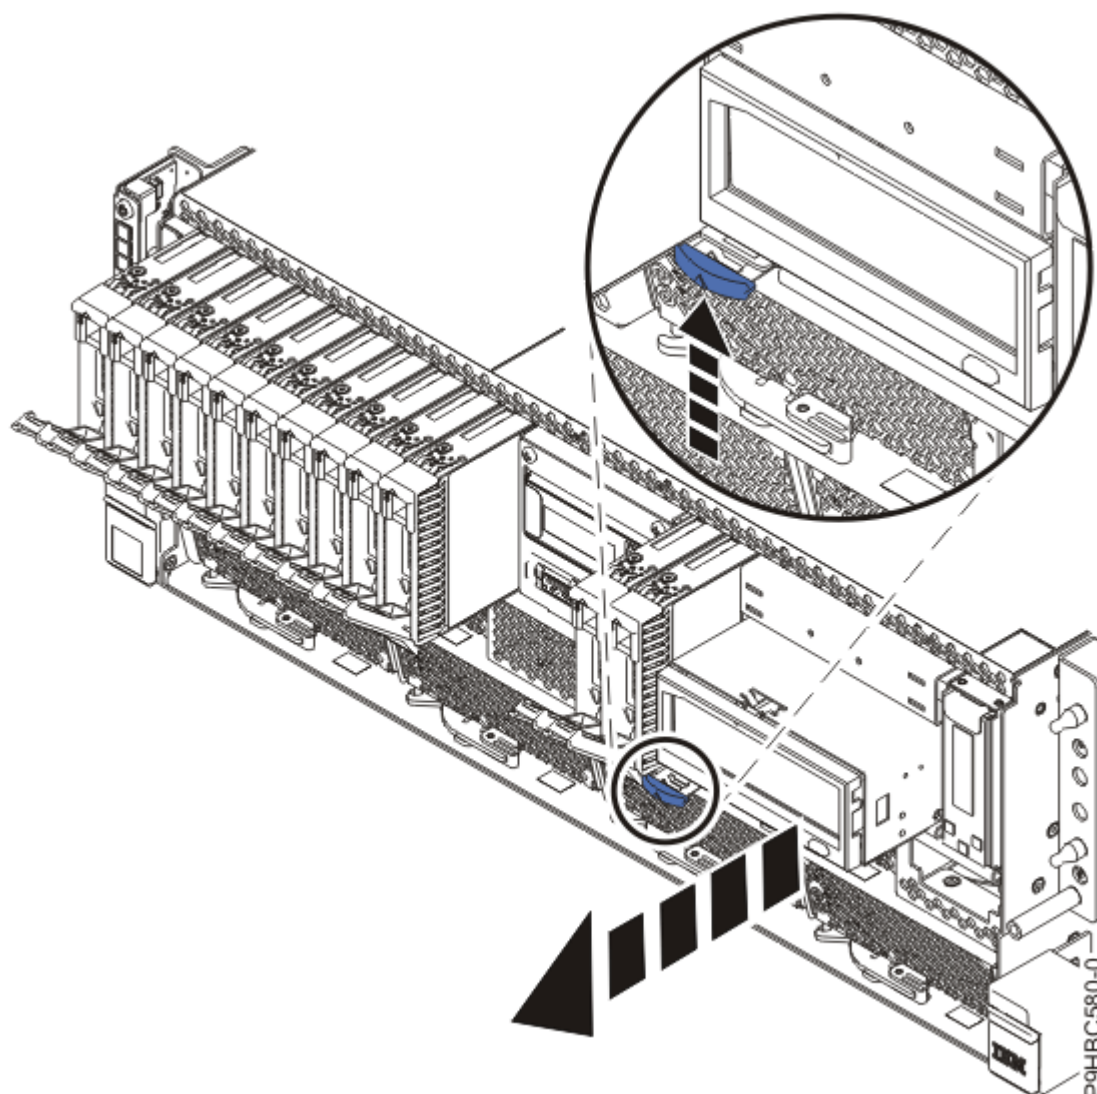

Figura 15. Removendo parcialmente a estação de acoplamento RDX
- b) Se o servidor tiver uma unidade RDX, empurre a trava da estação de acoplamento RDX para cima na direção da seta, como mostrado na Figura 15 na página 17.